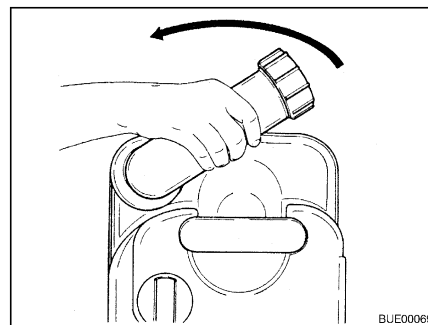

Fig. 293 Girar el tubo de vaciado
- Girar hacia arriba el tubo de vaciado (Fig. 293).